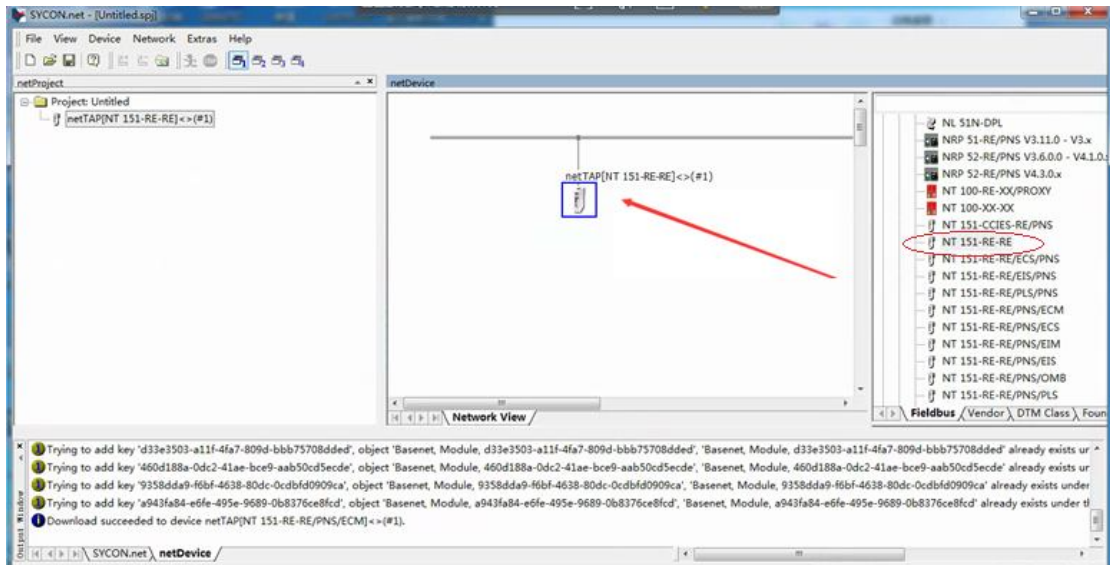

图 5.1 添加网关 NT 151-RE-RE
(1) 打开 SYCON.net 配置软件，在软件右侧的 Fieldbus 栏，选择 Profinet IO → Gateway/Stand-Alone Slave → NT 151-RE-RE，将图标拖放至界面中间的灰线处，如图 5.1 所示：